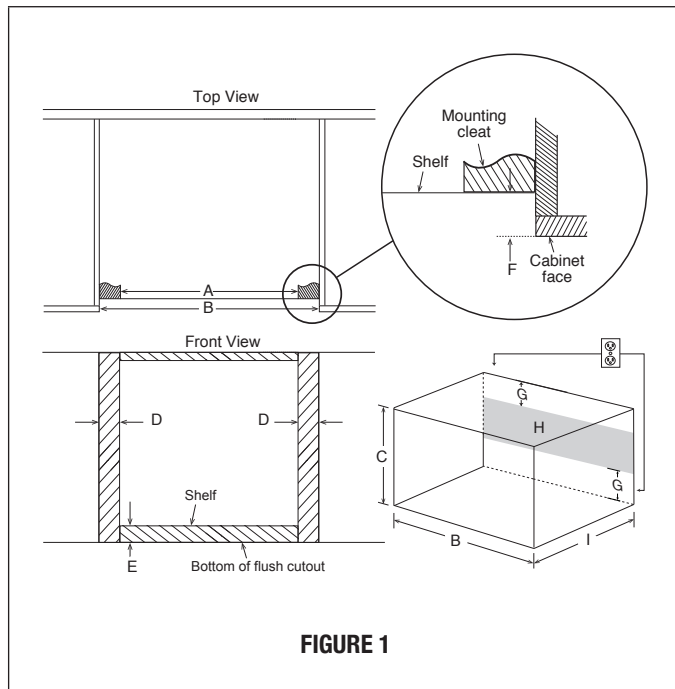

FIGURE 1
Provide an opening in the wall or cabinet as indicated in Figure 1. The depth should be a minimum of 20 1/8" (511.2 mm). If the Depth (E) dimension is greater than 21" (533.4 mm), the outlet location may be in any area on the rear wall. The floor of the opening should be constructed of plywood strong enough to support the weight of the oven (approximately 100 lbs/45 kg) and should be level for proper operation of the oven.
Outlet should **NOT** be in the shaded area as indicated on Figure 1.
Outlet should **NOT** be in the shaded area H as indicated in Figure 1.
Faire une ouverture dans le mur ou l'armoire comme illustré à la Figure 1. La profondeur doit être d'une longueur minimum de 511,2 mm (20 1/8 po). Si la profondeur (E) dépasse 533,4 mm (21 po), l'emplacement de la prise peut être situé n'importe où sur le mur arrière. Le plancher de l'ouverture doit être construit dans un contreplaqué assez fort pour supporter le poids du four et sa propre charge (environ 45 kg/100 lbs) et doit être situé à un niveau convenable pour l'utilisation du four.